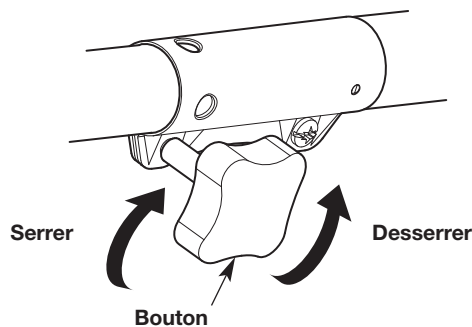

Fig. 4
3. Tournez le bouton dans le sens contraire des aiguilles d'une montre pour desserrer le coupleur (Fig. 4).
6. Tournez le bouton dans le sens contraire des aiguilles d'une montre pour serrer le coupleur (Fig. 4).
2. Tournez le bouton dans le sens contraire des aiguilles d'une montre pour desserrer le coupleur (Fig. 4).